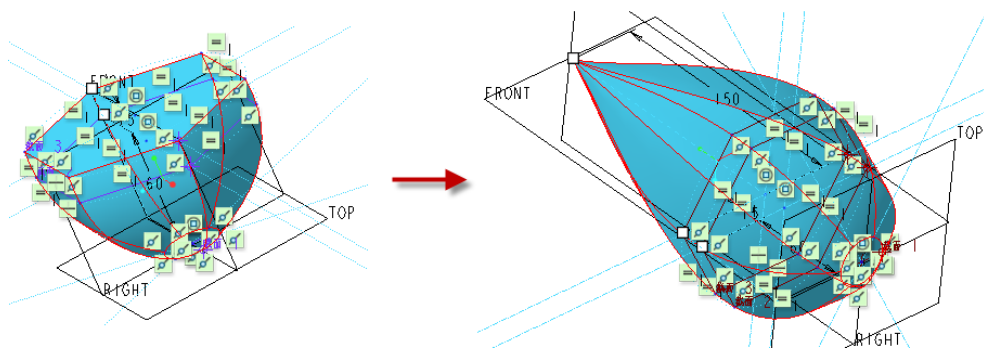

图 3-147 混合特征重新定义前后
- 8) 上机操作: 打开本书提供的素材文件“BC_S3_EX8.PRT”, 重新编辑“混合 1”特征, 为该混合特征再添加一个只由一个点构成的混合截面, 新混合截面距离截面 3 为 150, 重新定义前后的模型效果如图 3-147 所示。